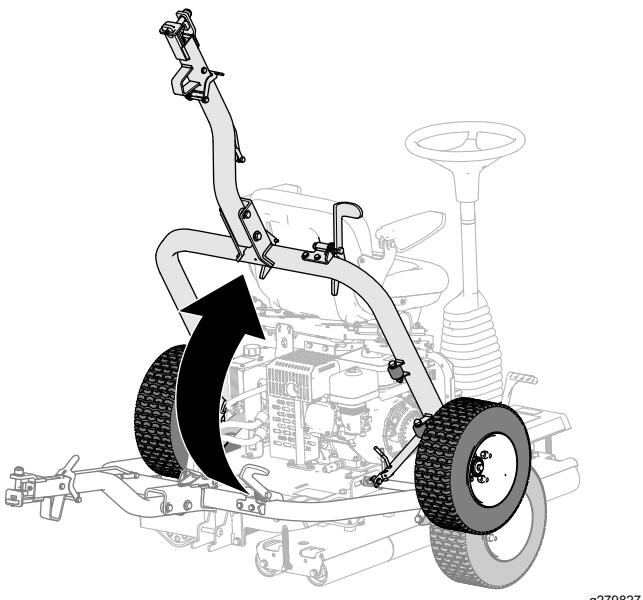

Figura 23
5. Levante o engate (Figura 23) até a alavancas de trinco ficar bloqueada no bloqueio de deslize (Figura 18).